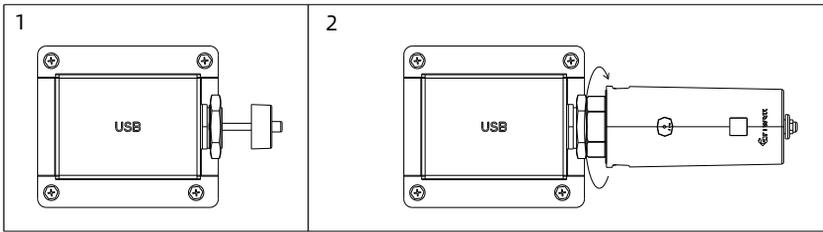

图 6.14 USB 连接示意图
2. 如图6.14所示，在USB接口处插入USB转WIFI模块（确保▲朝上）并拧紧螺丝，此时USB转WIFI模块LED灯亮。